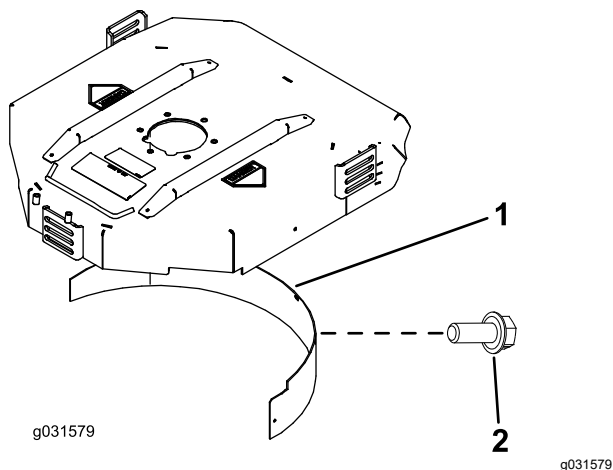

Figura 9
2. Mulčovací usměrňovač umístěte do zadního otvoru a upevněte jej 5 šrouby s přírubovou hlavou (Figura 9).